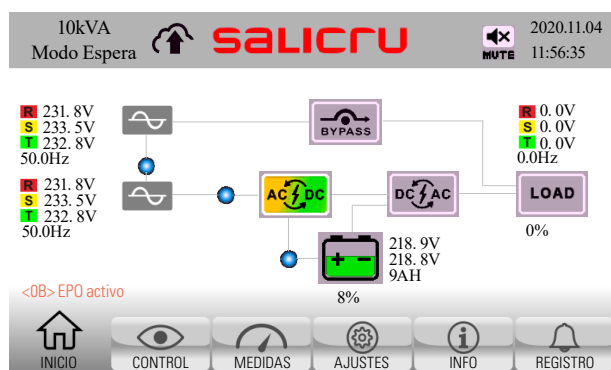

Fig. 60. Pantalla Principal con paro de emergencia EPO activado. No hay tensión de salida.
2. Aparece nueva alarma <0B> "EPO activo" en el panel de control, y el equipo transfiere automáticamente a modo espera (Fig. 60).